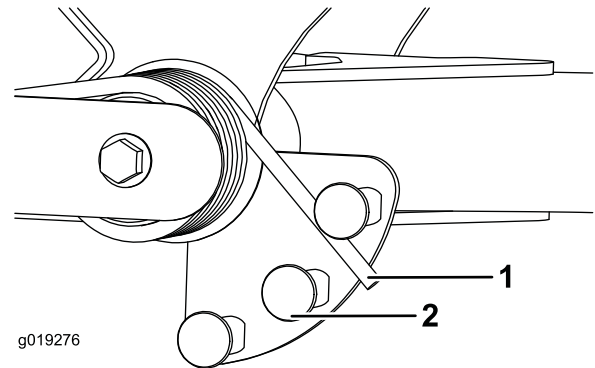

Figura 37
2. Coloque un tubo u otro objeto similar sobre el extremo largo del muelle y gírelo alrededor del actuador del muelle a la posición deseada (Figura 37).